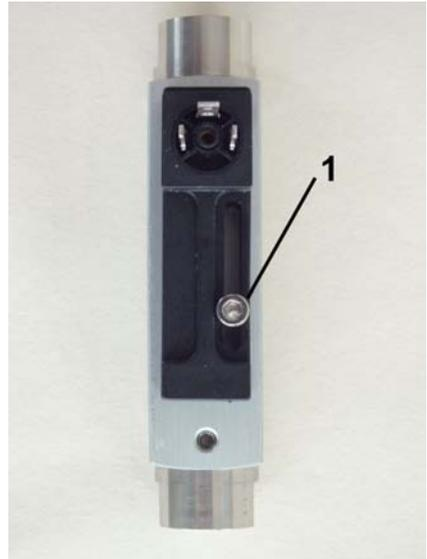

Abb. 30: Feststellschraube lösen
2. ➤ Die Feststellschraube des Schaltkontaktes (Abb. 30/1) mit einem Sechskant-Schraubendreher lösen.
- Feststellschraube des Schaltkontaktes (Abb. 30/1) mit einem Sechskant-Schraubendreher wieder anziehen. Dabei Schrauben-Anziehdrehmoment beachten.